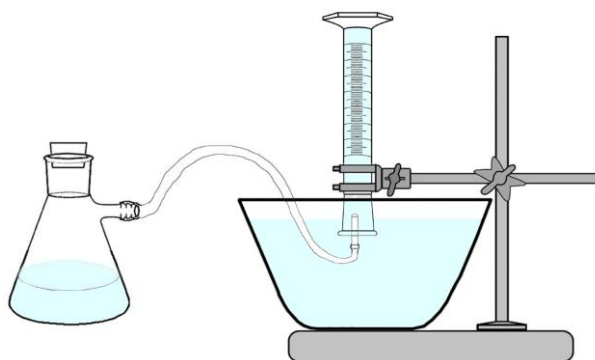

Figura 2 Montagem para realização do experimento.
- b) Montar um aparato com uma bacia com água e um suporte universal conforme a Figura 2;